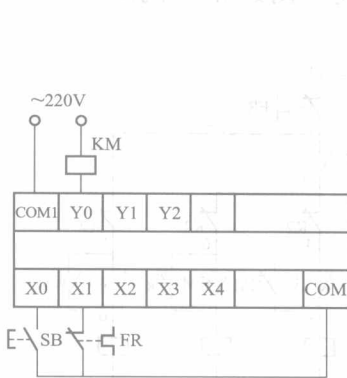

图 2 三相异步电动机单按钮起停控制电路三菱 FX2N 系列 PLC 接线图
(2) 三相异步电动机单按钮起停控制电路三菱 FX2N 系列 PLC 接线图如图 2 所示。